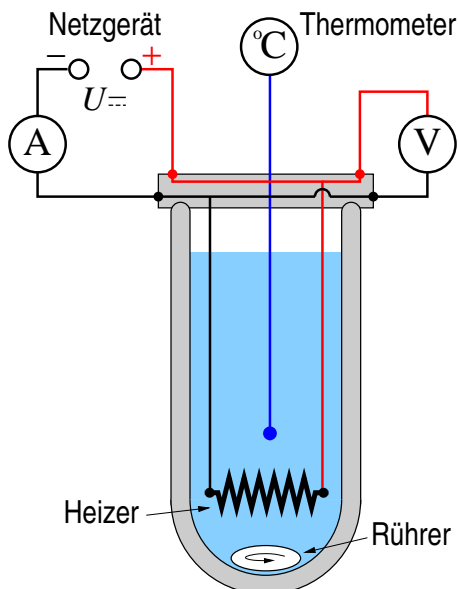

Abb. 6: Kalorimeter mit Schaltung zur elektrischen Heizung.
Der Versuchsaufbau ist in Abb. 6 dargestellt. Der Kalo-
- Bauen Sie die Schaltung nach Abb. 6 auf, ohne das Netzgerät mit dem Kalorimeter zu verbinden. Beachten Sie, dass bei den Digitalmultimetern verschiedene Buchsen für Strom- und Spannungsmessung vorgesehen sind. Ampèremeter mit dem Drehschalter auf den Gleichstrombereich **A** einstellen (**10 A Buchse benutzen!**).